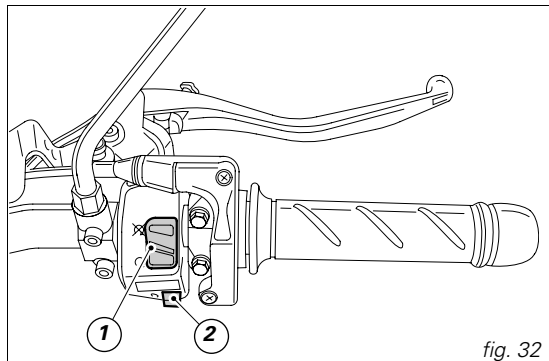

fig. 32
2) S'assurer que le commutateur d'arrêt (1, fig. 32) se trouve sur la position  (**RUN**), puis appuyer sur le bouton de démarrage (2).